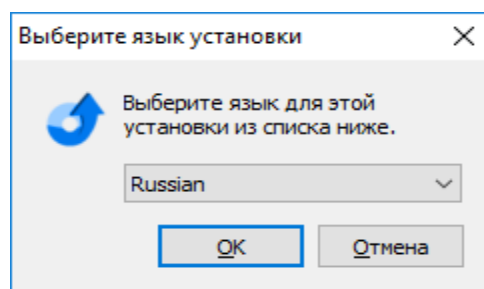

Рисунок 2.4.3
- в отрывшемся окне (см. Рисунок 2.4.3) выбрать язык установки и нажать кнопку «Ок»;